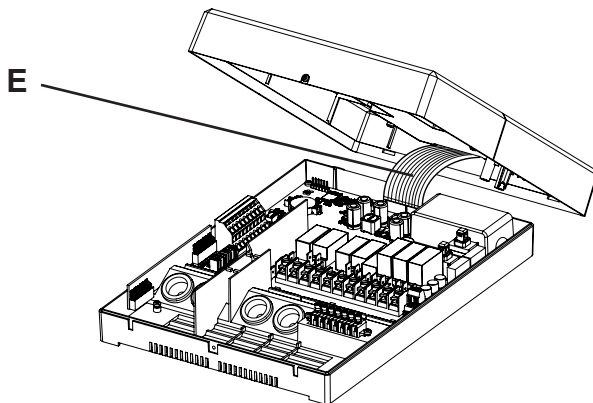

Fig.3 Distacco del cavo a nastro
3. Tirare con cautela dal cavo a nastro **E** per allentarlo dalla presa di collegamento (**Fig.3**).